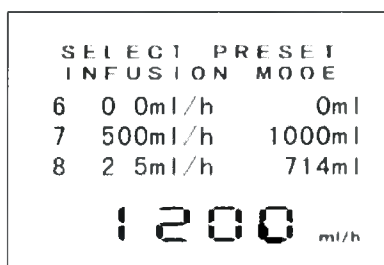

Рис. 11 – Экран выбора предустановленных параметров инфузии
3. Нажмите **ENTER SET**, чтобы войти (рис. 11).